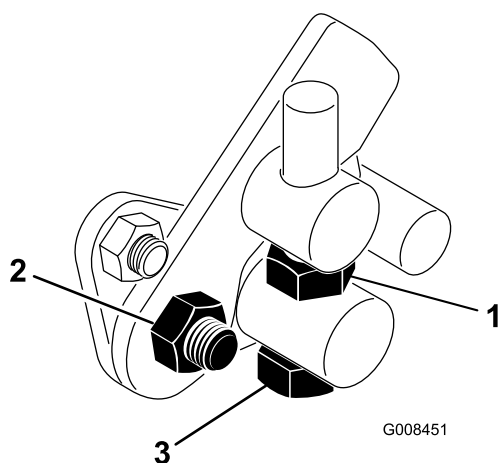

Figura 45
1. Afloje la contratuercas del tornillo de caperuza del muñón (Figura 45).
4. Apriete la contratuercas del perno del muñón y la tuerca de la articulación del pedal para bloquear el ajuste (Figura 45). Compruebe el funcionamiento, y vuelva a ajustar si es necesario.